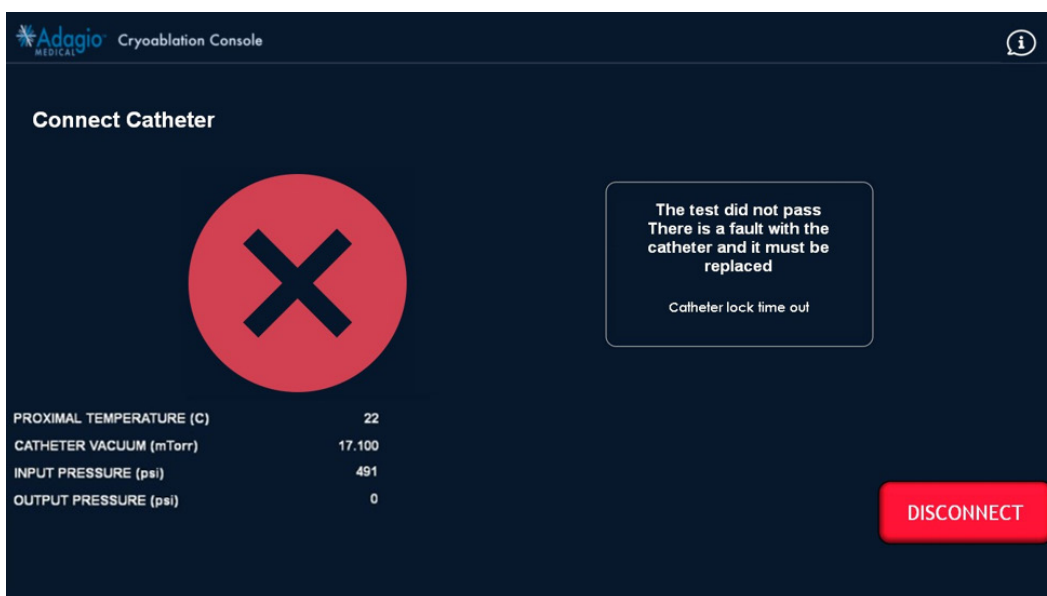

Afbeelding 85 – Scherm tijdens het testen van het kathetervacuüm
7. Wanneer de katheter is aangesloten, begint de console automatisch het vacuüm van de katheter te testen (*Afbeelding 85*). Als de katheter de vacuümtest doorstaat, gaat de console automatisch verder met de vraag om de zelftest van de katheter uit te voeren, zoals in het in *Afbeelding 88* getoonde scherm.